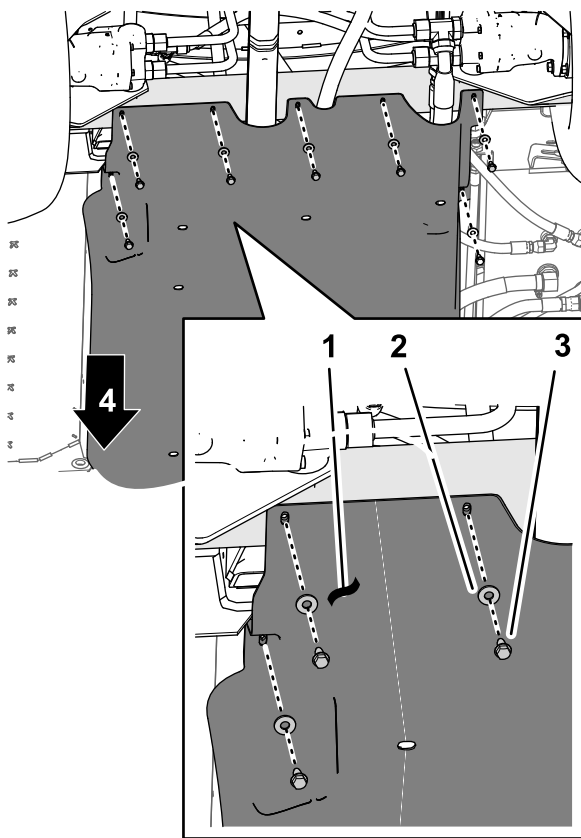
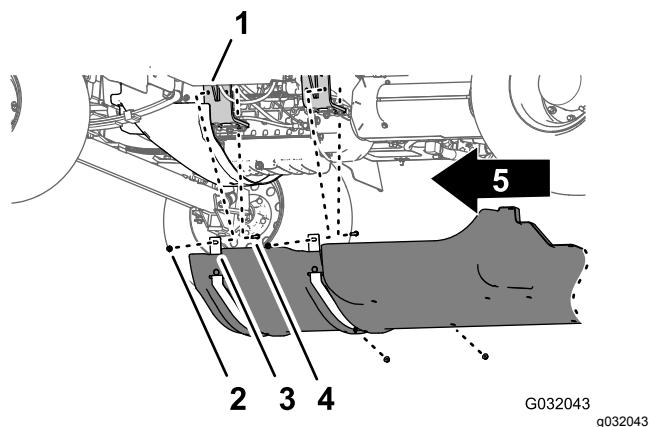

Figura 5
Figura 6
1. Rimuovete la ferramenta riportata di seguito che fissa la parte posteriore della copertura del carrello al telaio della macchina (Figura 5):
2. Rimuovete i 4 dadi di bloccaggio flangiati (5/16") dai bulloni e dai bulloni a testa tonda che fissano le cinghie di supporto della copertura del carrello alle staffe di supporto del motore della macchina (Figura 6).
4. Rimuovete la copertura del carrello dalla macchina (Figura 5 e Figura 6).